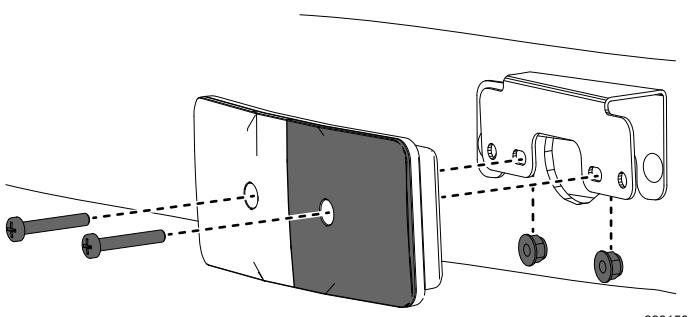

Рисунок 24
- Установите указатели поворота на кронштейны с помощью крепежа, который был снят в пункте 1 (Рисунок 24).